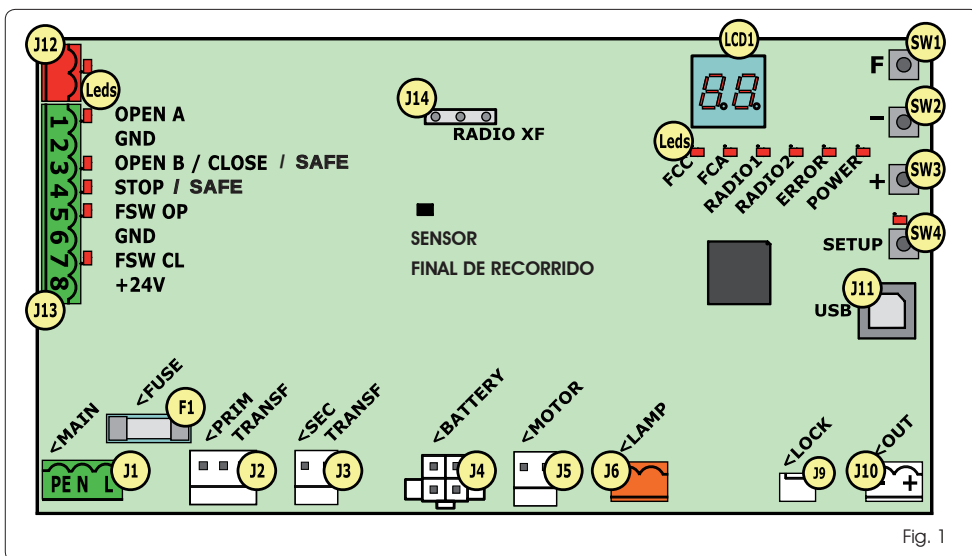

Fig. 1
**Si no se utiliza ningún accesorio BUS-2EASY, deje libre el conector BUS-2EASY (J12 - Fig. 1).**